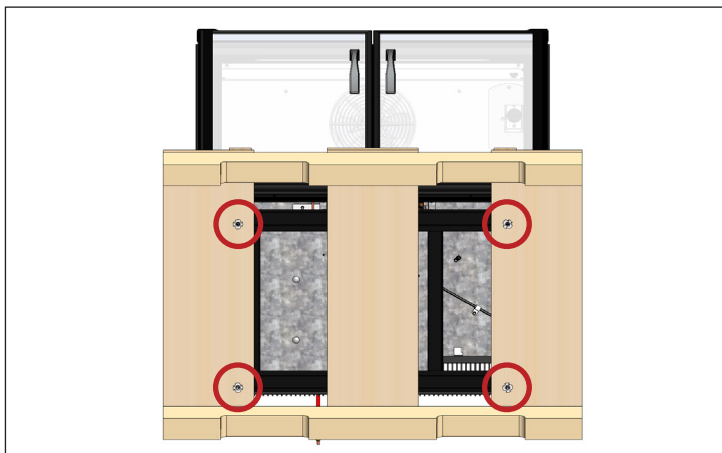

Fig. 1. Posizioni dei bulloni utilizzati per la spedizione.
5. Rimuovere tutti i bulloni di spedizione che fissano il pallet di legno alla parte inferiore dell'apparecchio. Vedere fig. 1.